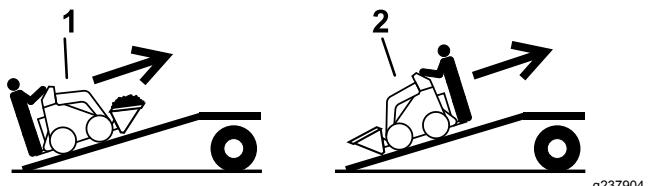

Рисунок 17
5. Погрузку машины на прицеп следует производить более тяжелой частью вверх по наклонному въезду, при этом грузы должны быть опущенными (Рисунок 17).
- Опустите наклонный въезд (Рисунок 17).